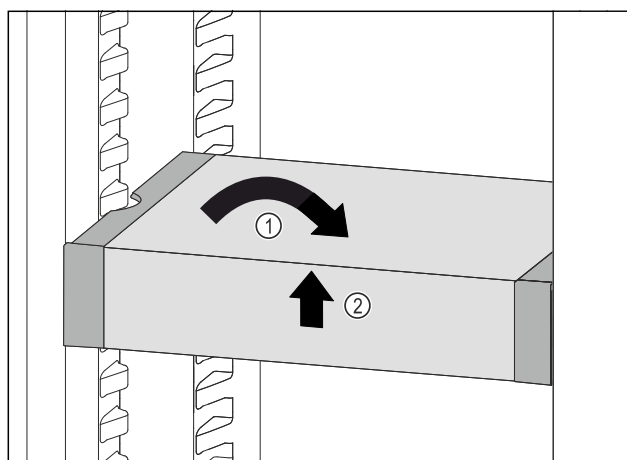

Fig. 197
- Collocare VarioSafe in maniera dritta. Fig. 197 (1)
- Sollevare VarioSafe dal lato anteriore. Fig. 197 (2)